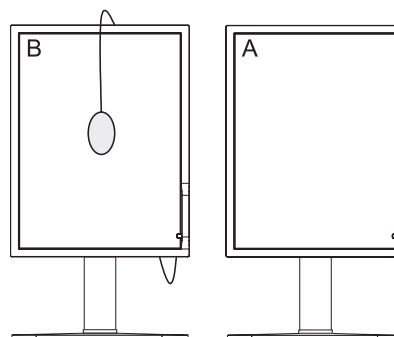

Рисунок 8
- Извлеките датчик USB из источника (дисплея А) и поместите в центр дисплея В (**Рисунок 8**).